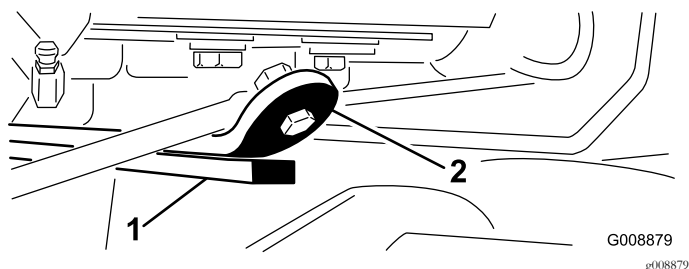

Figure 28
- 3. Mettez le moteur en marche, élevez les bras de levage et vérifiez que l'écartement entre le segment d'usure sur le dessus de la barre d'usure du plateau arrière et la bride de butée est compris entre 0,51 et 2,54 mm, comme montré à la Figure 28.